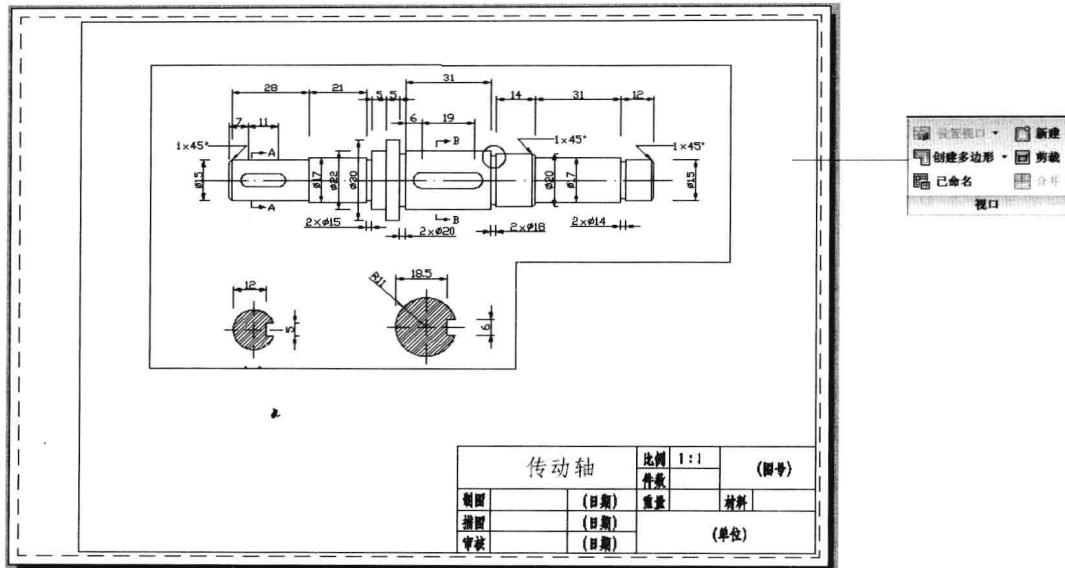

图 10-2-4
(4) 默认情况下布局图纸上会有一个视口，内部显示模型空间中绘制的图形，在页面中虚线表示实际可打印区域，也就是图纸上的打印界限。在图纸的虚线内绘制图框和标题栏，或者使用菜单命令“插入/块”，插入图框和标题栏块对象。
(5) 在默认视口内由于右下角局部细节图形尺寸很小，无法看清，因此需要将这个图形放大显示。单击视口线框，按 Delete 键，删除该视口。
(6) 单击“视图”选项卡，在“视口”面板中单击“创建多边形”按钮，或者选择菜单命令“视图/视口/多边形视口”，绘制闭合的多边形，按Enter键，多边形视口内显示了部分图形，如图10-2-4所示。